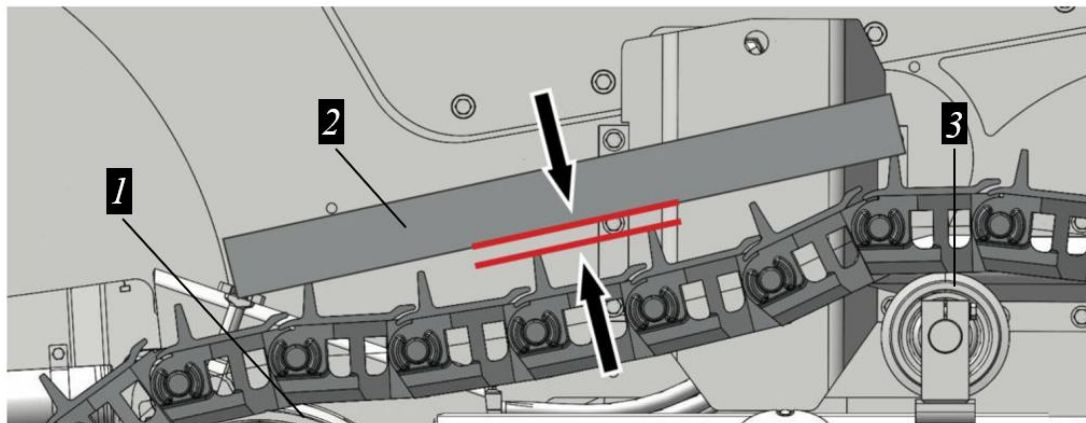

Рисунок 5.77. Проверка натяжения гусеницы
- ▶ Разместить измерительную линейку на гусенице между натяжным колесом и крайнем (ближайшем) поддерживающим катком, см. рис. 5.77 или между ведущей шестерни и крайнем (ближайшем) поддерживающим катком.
- ▶ Измерить провисание гусеницы на свободном участке цепи между нижней кромкой измерительной линейки и грунтозацепом звена, см. рис. 5.77.